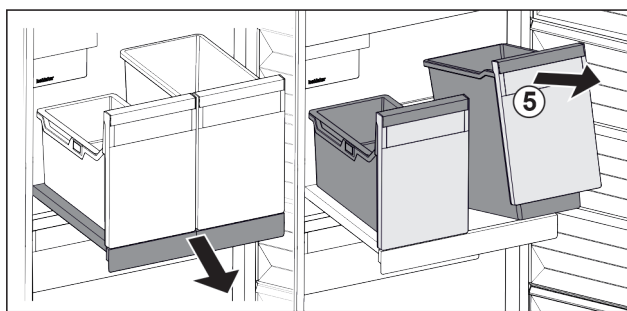

Fig. 118
- Nádoby Fig. 118 (5) vpředu nadzvedněte.